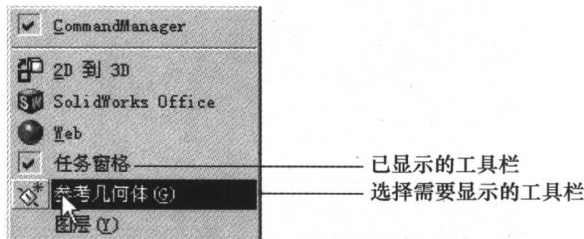

图 1-7 工具栏配置（一）
**方式 1** 在 SolidWorks 2006 工具栏上单击鼠标右键，弹出工具栏配置菜单，如图 1-7 所示。鼠标左键单击选择需要的工具栏，下陷的图标表示该工具栏已经被选择上。